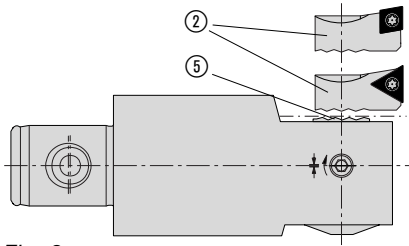

Fig. 3
Le coulisseau de réglage ⑤ possède une face striée ce qui permet un blocage sûr et rapide des différents porte-plaquettes ② (Fig. 3).